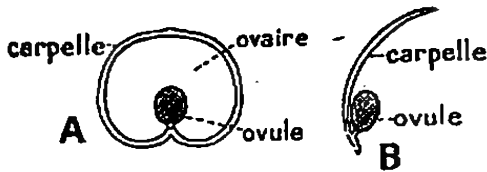

Fig. 272, 273. — Plantes à fleurs : A, à ovule clos ; B, à ovule nu.
2. Plantes à fleurs. — Toutes ont les ovules enfermés dans un ovaire (fig. 272), sauf les *conifères* (Voir p. 156) dont les ovules sont posés à nu à la base de feuilles écailleuses (fig. 273).